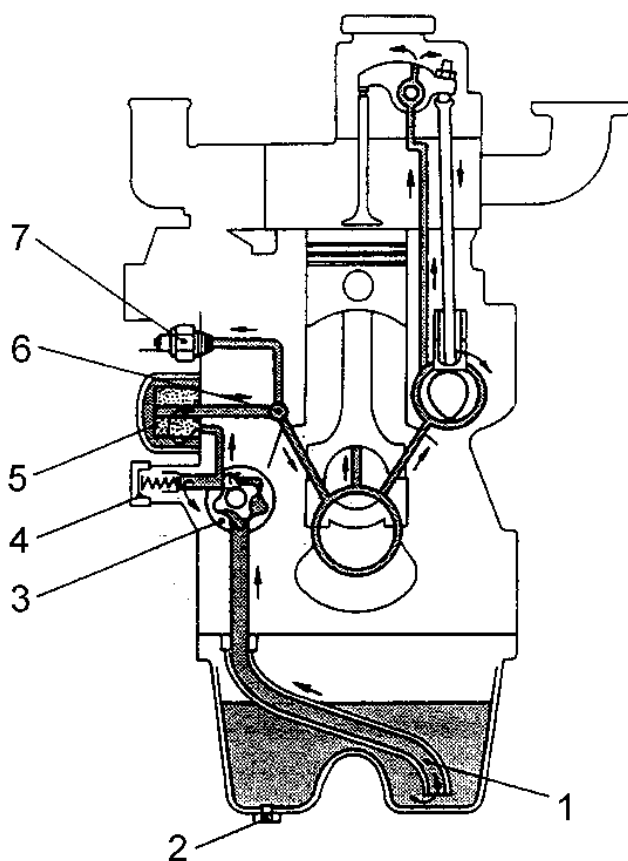

Рис. F-1: Система смазки двигателя MITSUBISHI 1503
- открутить наливную пробку (2) масляного картера (рис. F-1), тщательно слить масло и закрутить пробку,
- открутить загрязненный фильтр (роз. 5, рис. F-1),